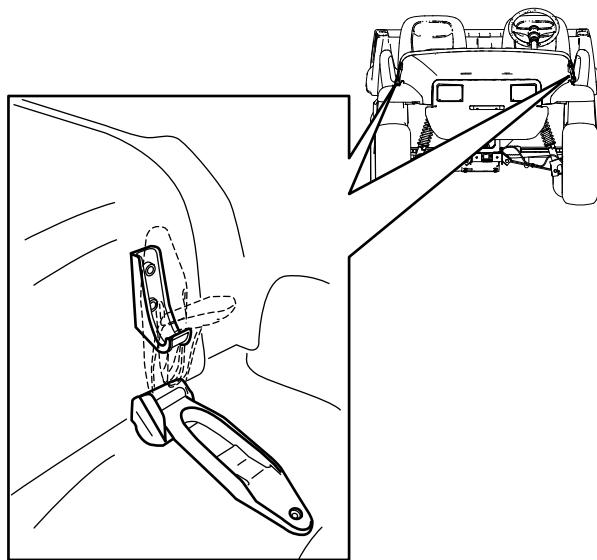

Рисунок 21
- Поднимите ручки резиновых защелок с каждой стороны капота (Рисунок 21).
- Закрепите капот, совместив резиновые защелки с фиксаторами защелок с каждой стороны капота (Рисунок 21).